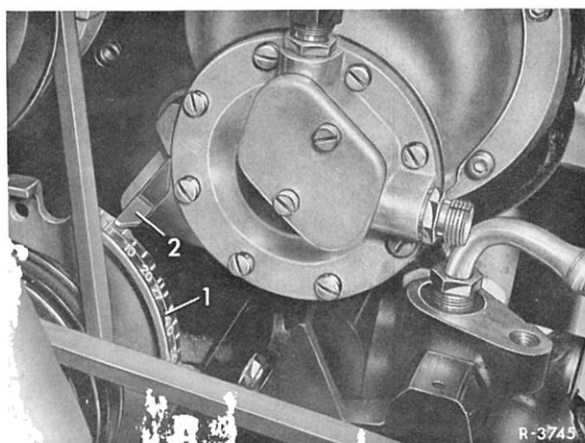

Bild 00-41/1
1 Kolben des 1. Zylinders auf Zündtotpunkt stellen. Der Kolben des 1. Zylinders steht im Zündtotpunkt, wenn der Einstellzeiger (2) auf die OT-Marke auf der Auswuchtscheibe (1) zeigt (Bild 00-41/1) und sowohl das Einlaß- als auch das Auslaßventil des 1. Zylinders geschlossen ist. Dabei sind die Schwinghebel 1 und 2 entlastet und die Ventile 7 und 8 des 4. Zylinders überschneiden sich, d. h. das Auslaßventil schließt und das Einlaßventil öffnet sich.